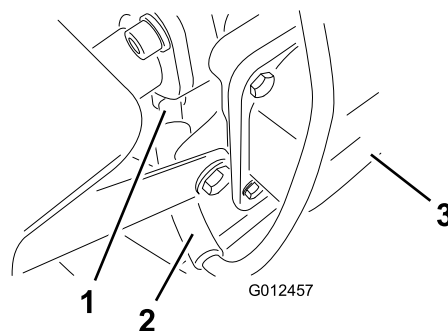

Figura 28
6. Scollegate il cappello dalla candela (Figura 28).
8. Togliete la candela e la rondella metallica (Figura 28).
3. Collegate il cappello alla candela (Figura 28).